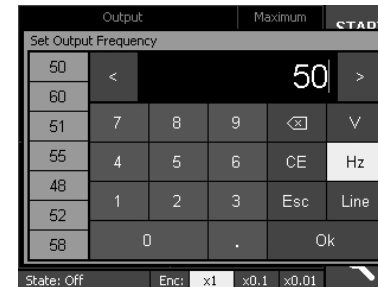
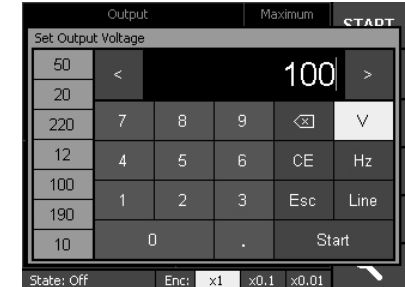

Рисунок 6.9
Рисунок 6.10
6.2.1.1 Для задания значения частоты нажать в поле «Output» в области, где выводится частота. В открывшемся окне «Set Output Frequency» (рисунок 6.9) задать (набирая на клавиатуре или выбирая из левого столбца) необходимое значение.
6.2.1.2 Перейти из этого окна (рисунок 6.9) в окно «Set Output Voltage» (Рисунок 6.10) нажатием на кнопку «V» (туда же можно попасть из основного окна, нажатием в поле «Output» в области, где выводится напряжение). Задать требуемое значение напряжения (набирая на клавиатуре или выбирая из левого столбца).